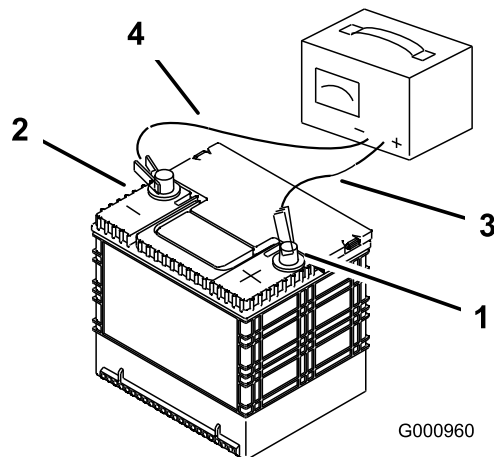

Figure 63
2. Quand la batterie est chargée au maximum, débranchez le chargeur de la prise, puis débranchez les fils du chargeur des bornes de la batterie (Figure 63).